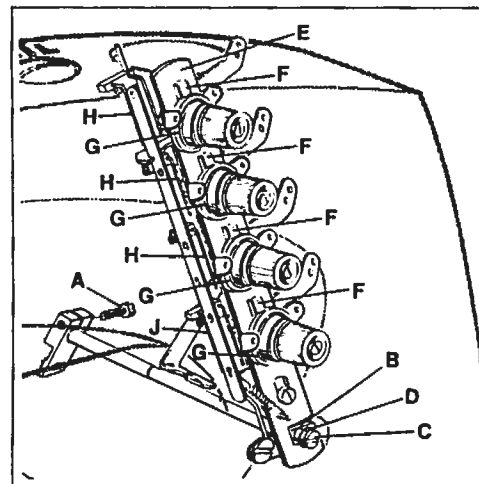

Fig.49
5.1 Loosen screw (A, Fig. 49) in the tension release lever on the back of the machine and set lever (B) of tension release lever shaft horizontal. Retighten screw (A).
5.2 Loosen screw (C, Fig. 49) and set the tension disc separator (E) by turning eccentric (D) so that the separators (F) are as close as possible to the tension discs (G) without touching them. Retighten screw (C). The tension discs must open as soon as the cutting process starts. The tension disc separator should move freely between the tension discs without binding.
5.1 Lösen Sie die Schraube (A, Fig. 49) im Spannungsauslösehebel auf der Rückseite der Maschine und stellen Sie den Hebel (B) der Auslösestange für Fadenspannung waagrecht. Ziehen Sie die Schraube (A) wieder an.
5.2 Lösen Sie die Schraube (C, Fig. 49) und stellen Sie den Spannungsscheibentrenner (E) durch Drehen des Exzenters (D) so, daß die Öffner (F) so dicht wie möglich an den Fadenspannungsscheiben (G) stehen, ohne diese zu berühren. Ziehen Sie die Schraube (C) wieder an. Die Fadenspannungsscheiben müssen bei Beginn des Schneidvorganges öffnen. Der Spannungsscheibentrenner (E) muß zwischen den Fadenspannungsscheiben (G) freigehen ohne zu klemmen.
5.3 The thread pull-off hooks (H, Fig. 49) for the needle threads control the length of the needle thread tails on garment after trimming. The higher the hooks are set, the shorter the needle thread tails will be.
Set the thread pull-off hook (J, Fig. 49) for the looper thread so that the thread is clamped securely when trimmed.
5.3 Die Fadenabzugshaken (H, Fig. 49) für die Nadelfäden regeln die Länge der Nadelfadenenden am Nähgut nach dem Abschneiden. Je höher die Haken gestellt werden umso kürzer werden die Nadelfadenenden.
Stellen Sie den Fadenabzugshaken (J, Fig. 49) für den Greiferfaden so, daß der Faden beim Abschneiden sicher festgeklammt wird.